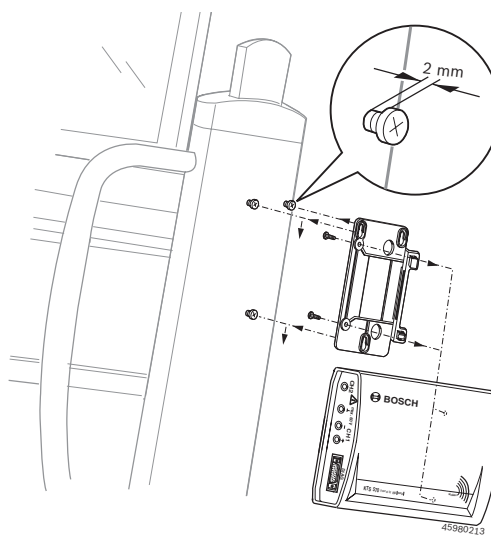

Fig. 4: Montaje del soporte de fijación
1. Atornillar en el carro Bosch los tres tornillos de cabeza alomada suministrados (véase la fig. 4).